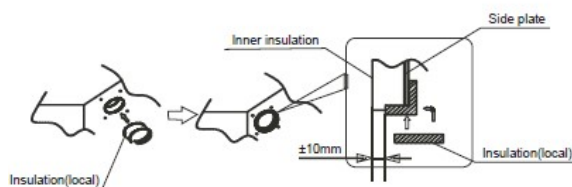

Fig.5-5
- Placera isoleringen tätt runt aggregatets hål enligt illustrationen. Sidoplattans ändar och den inre isoleringen måste vara helt vidhäftande utan att lämna något tomt utrymme längs hålets omkrets. Se till att isoleringens inre yta har tät kontakt med den inre isolerkanten och sidoplattan. (Referera till bild 5-5), sid 13.